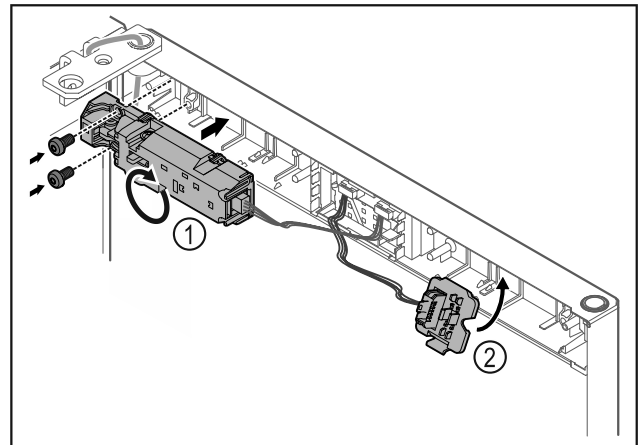

Fig. 23
- ▶ Afstandsslot Fig. 23 (1) met 180° draaien en aan tegenoverliggende zijde bevestigen.
- ▶ Steckerhouder Fig. 23 (2) aan tegenoverliggende zijde vergrendelen.